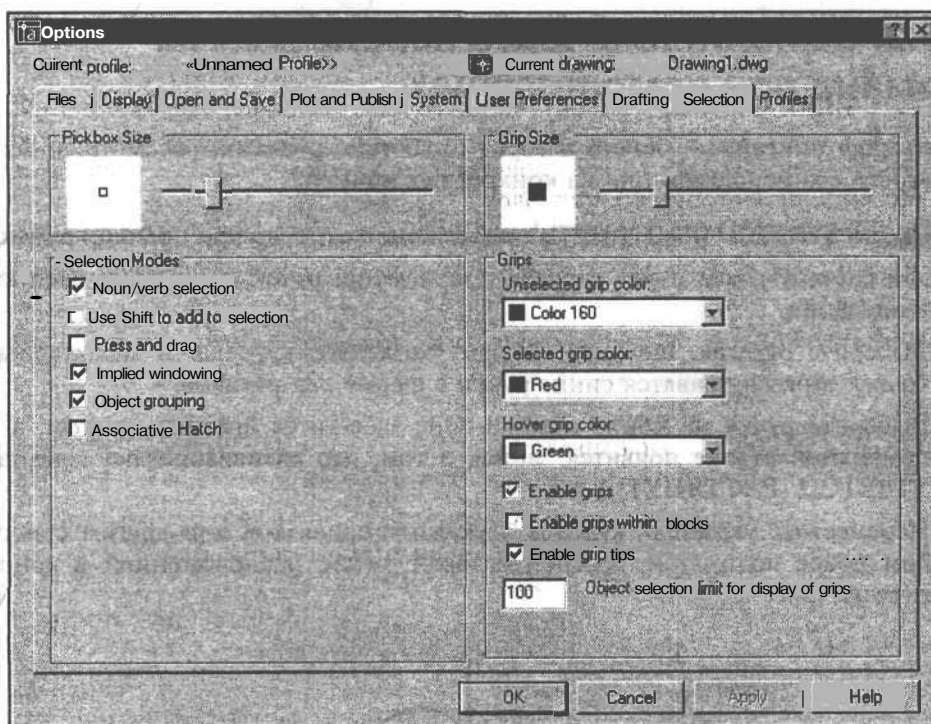

Рис. 15.2. Настройка ручек в диалоговом окне **Options** на вкладке **Selection**
1. Откройте выпадающее меню **Tools** (Сервис) и выберите в нем **Options** (Настройки). В появившемся диалоговом окне **Options** (Настройки) выберите вкладку **Selection** (Выбор) (рис. 15.2).